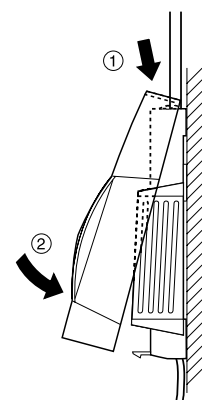

Abb. 4: Gehäusedeckel aufsetzen
- ▶ Setzen Sie den Gehäusedeckel oben an und rasten Sie ihn unten ein (siehe Abb. 4).